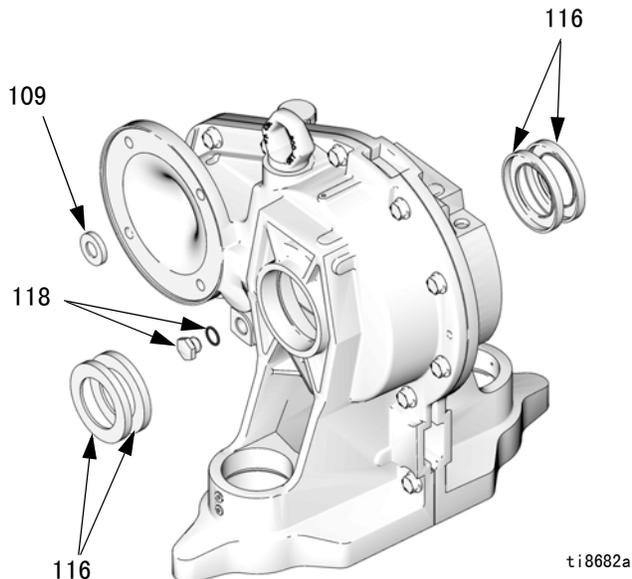

图 26. 齿轮减速器密封
6. 参见图 26。在齿轮减速器的马达一侧，拧下放油塞（118）及垫片。用硬化金属板螺钉穿入输入轴密封（109）并将它拉出。